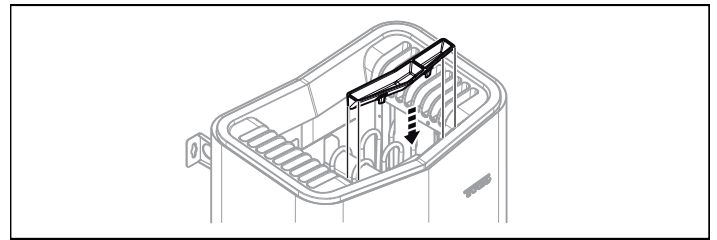

Abb. 12: Anbringen des Duftbehälters/Luftbefeuchters
- Bringen Sie die Kräuterschale/den Luftbefeuchter an, siehe Abb. 12.